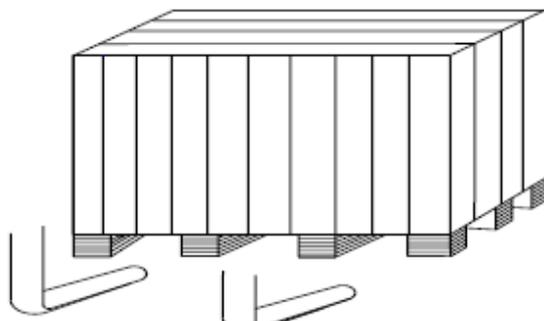

Рис. 3
4.1.1 Проверив комплект поставки и убедившись в полной сохранности упаковки (рис. 3), разместите станок на месте монтажа (рис. 4).